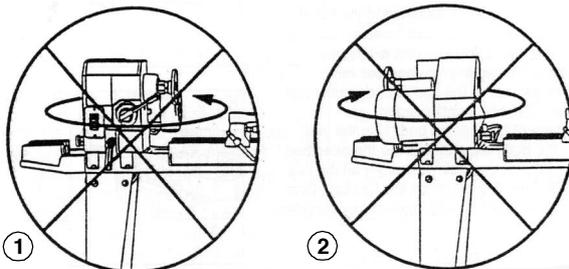

Abb. 14: Verstellung der Spindelstockes
Schritt1: Drehen Sie den Spindelstock nicht gegen den Uhrzeigersinn, wenn er sich in dieser Position befindet.(Pos.1, Abb.14)
Schritt 2: Drehen Sie den Spindelstock nicht im Uhrzeigersinn, wenn er sich in dieser Position befindet.(Pos.2, Abb.14)